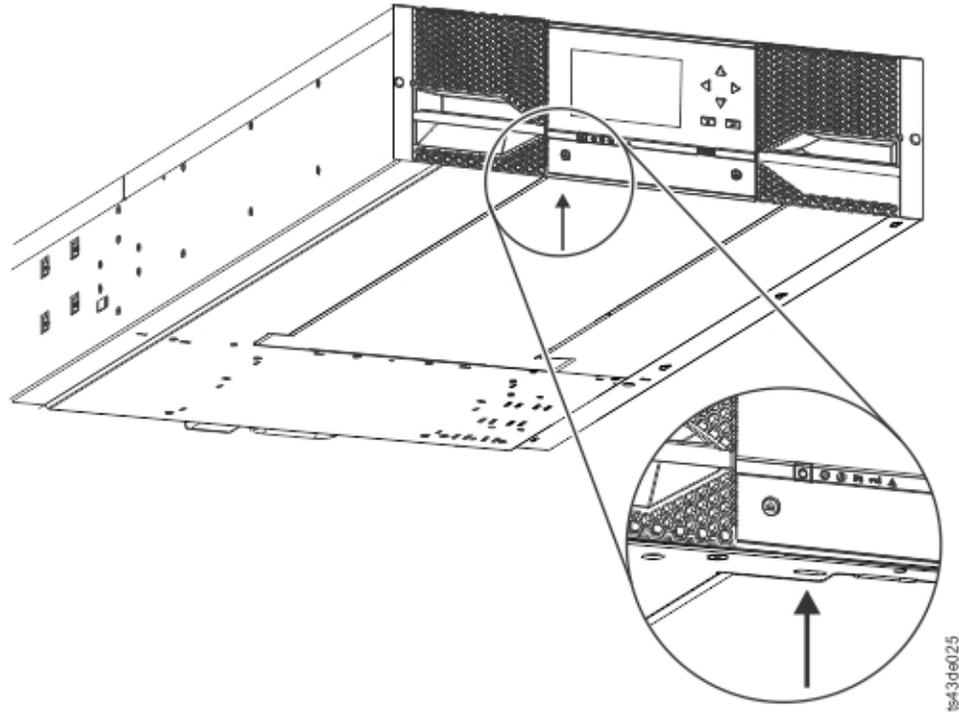

Figure 32. Déverrouillage du verrou à ressort
- c. Soutenez le panneau inférieur d'une main. Insérez un petit tournevis à tête plate ou un tournevis Torx dans le trou et faites-le tourner d'environ 4 mm vers la gauche pour déverrouiller le verrou à ressort. Voir Figure 32, à la page 48.